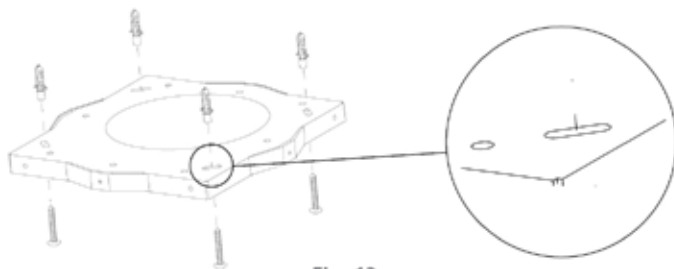

Fig. 13
- Marque os 4 pontos no centro dos furos oblongos (fig. 13).
- Fure as posições marcadas com uma broca de $\varnothing 8$ mm e fixe o suporte, usando as 4 buchas plásticas e os 4 parafusos auto - atarraxantes que acompanham o produto (fig. 13).
Se o suporte de fixação não estiver corretamente alinhado com o cooktop ou fogão a sua posição poderá ser corrigida, aliviando o aperto dos 4 parafusos dos furos oblongos (fig. 13).